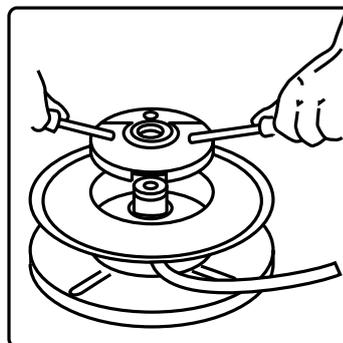
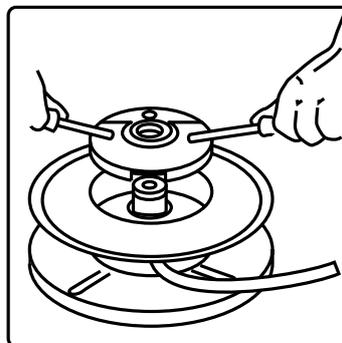

fig. 4e
fig. 5e
5. Put two screw drivers into the slots and lift out the lid (part nr 500110 and 500111, figure 4e); Unfasten the central screw and remove the bushing (part nr 500115 and 500116, fig 5e).
4. Retourner le tambour et retirer le cliquet ainsi que le ressort de ce dernier (pour les modèles 500110 et 500111 voir figure 4e); Dévisser la vis centrale et retirer la bague (pièce no 500115 et 500116, fig. 5e)
5. Den Deckel, mit 2 Schraubenziehern in den Schlitzen, abnehmen. (Art. Nr 500110 und 500111, Bild 4e); die Zentralschraube abschrauben und die Büchse entfernen.